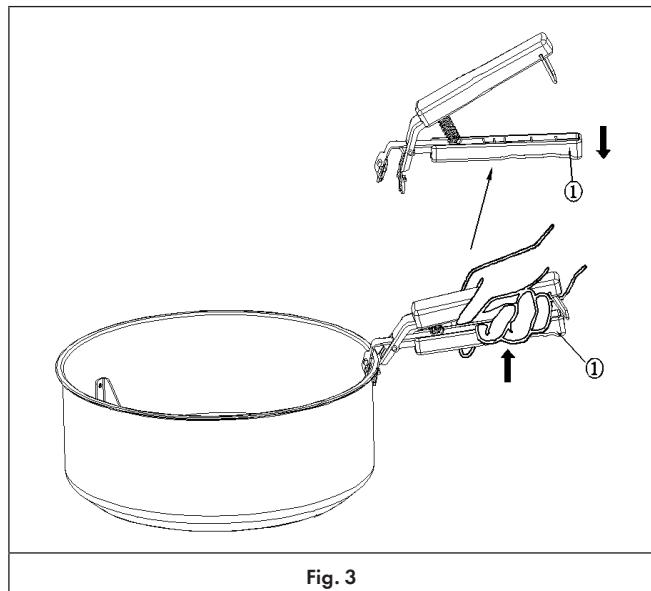

Fig. 3
3. Soulever la partie inférieure de la poignée (1) et ne pas la relâcher. Assurez-vous que la poignée est solidement attachée au pot. Vous pouvez maintenant soulever le pot (Fig. 3).
4. Si vous voulez retirer la poignée du pot, relâchez la pression des doigts sur la partie inférieure de la poignée (1). Vous pouvez maintenant retirer la poignée du pot (Fig. 3).